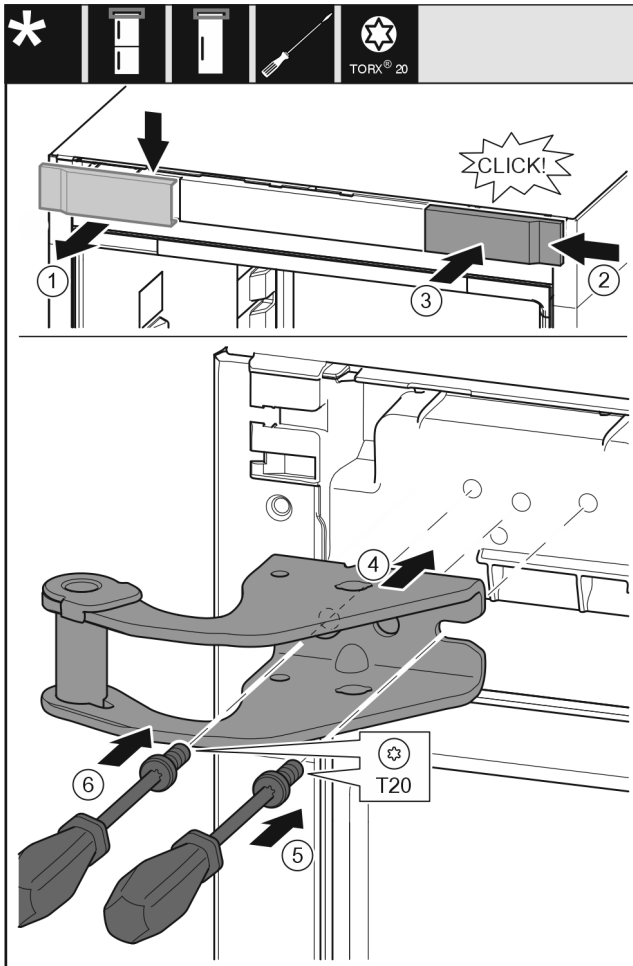

Fig. 14
- Ta bort skyddet Fig. 14 (1) uppifrån och framåt.
- Häng in skyddet Fig. 14 (2) vridet 180° på den andra sidan från höger.
- Haka i skyddet Fig. 14 (3).
- Sätt in den övre lagerbocken Fig. 14 (4).
- Sätt an skruven Fig. 14 (5) och dra åt den med skruvmejseln.
- Sätt an skruven Fig. 14 (6) och dra åt den med skruvmejseln.